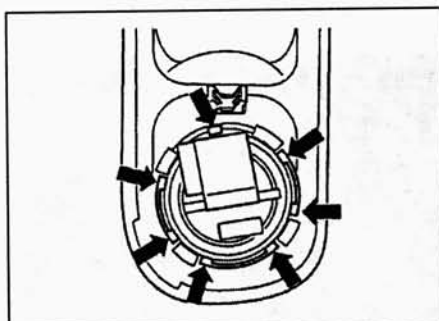

Рис. 21.6. Фиксаторы крепления (указаны стрелками) динамика для воспроизведения высоких частот, устанавливаемого в двери автомобиля
- Аккуратно подцепите декоративную пластину ручки открывания двери. Отсоедините крышку динамика, электрический разъём и снимите динамик (рис. 21.6).